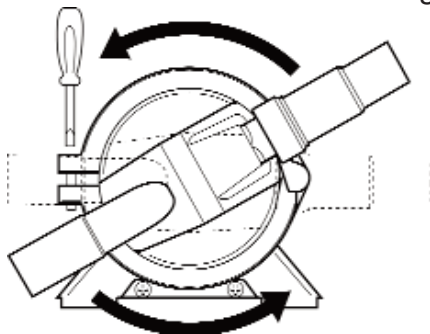

Fig 4 - Installation de la Gulper
- Fig. 4 Installation Gulper IC
**NOTE** La tête de pompe peut s'orienter pour s'adapter aux tuyaux. Desserrez la vis, ajustez et repositionnez la tête dans la position désirée (fig. 4) puis resserrez la vis.